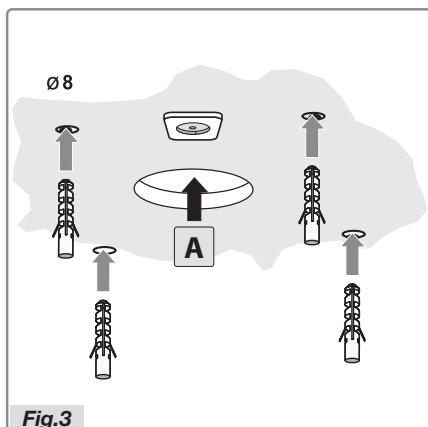

Fig.3
- Créez l'ouverture d'évacuation d'air A (Fig.3).